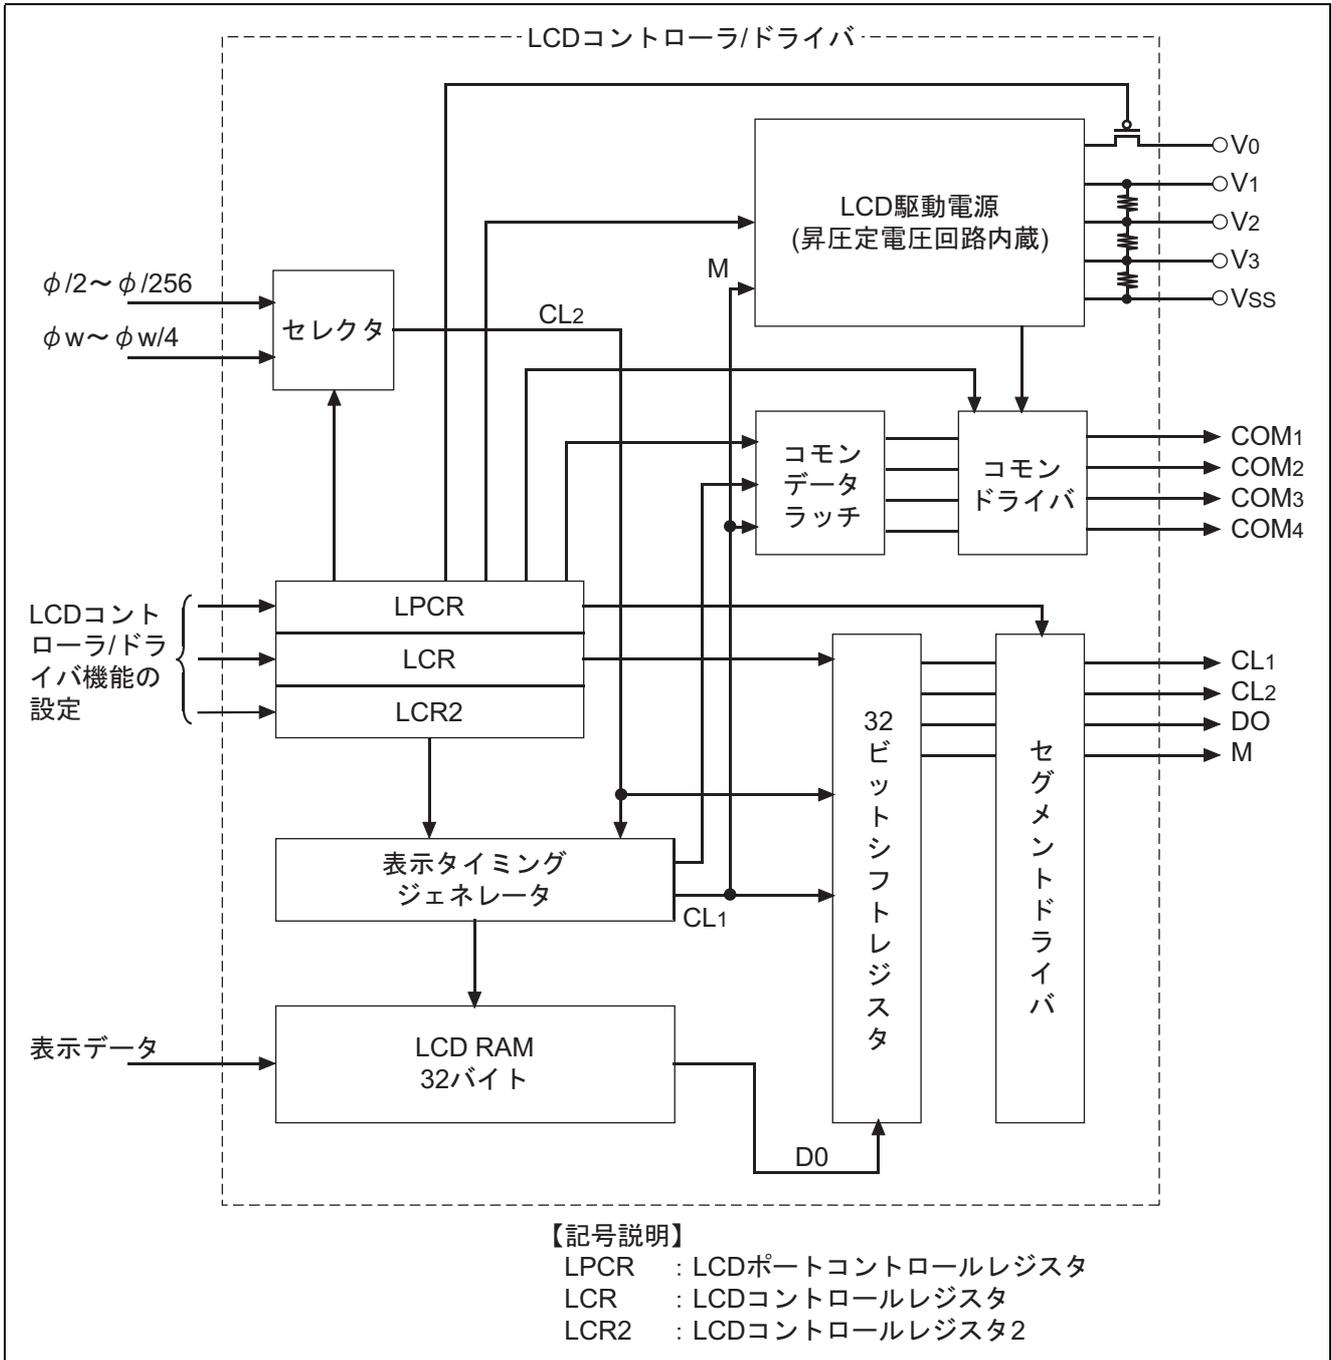

図2 セグメント外部拡張時のLCDコントローラ/ドライバのブロック図
(2) 図2に本タスク例で使用するセグメント外部拡張時のLCDコントローラ/ドライバのブロック図を示します。